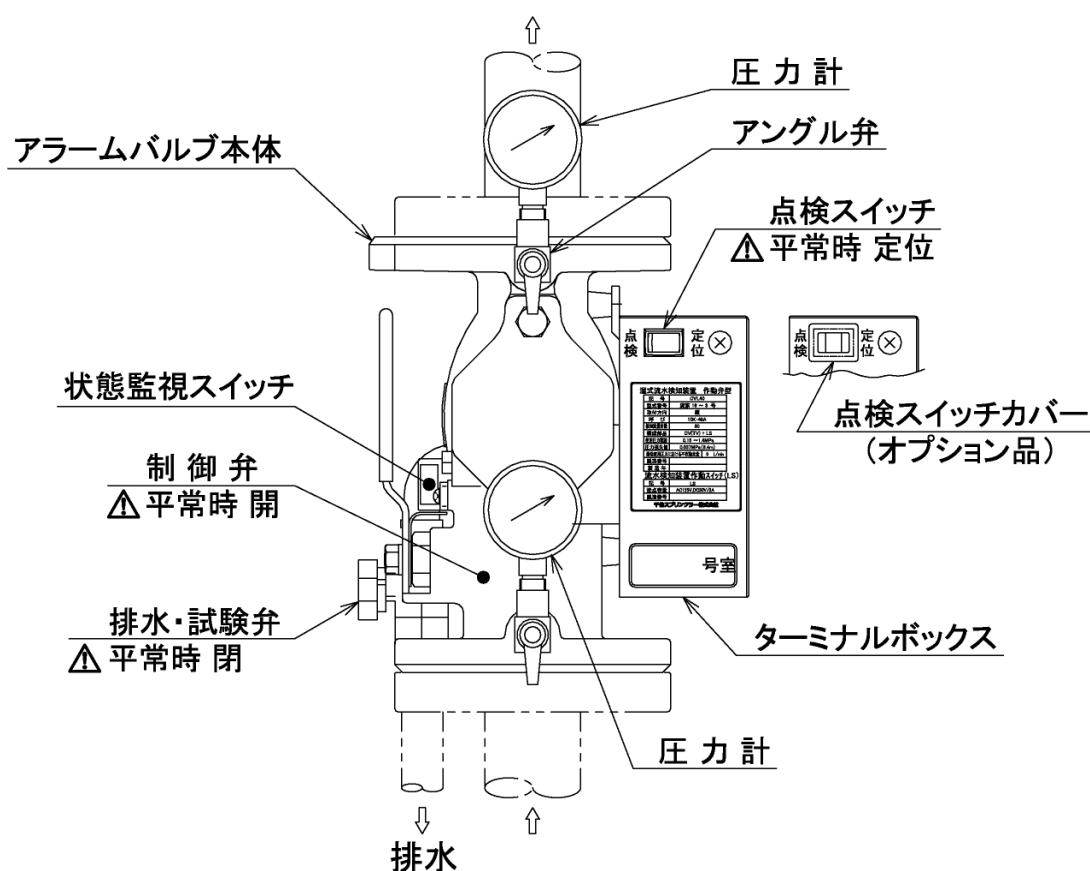

図1. CVL40 II U型、外観図
② 排水・試験弁 (2ページの図1参照)
④ 制御弁 (2ページの図1参照)